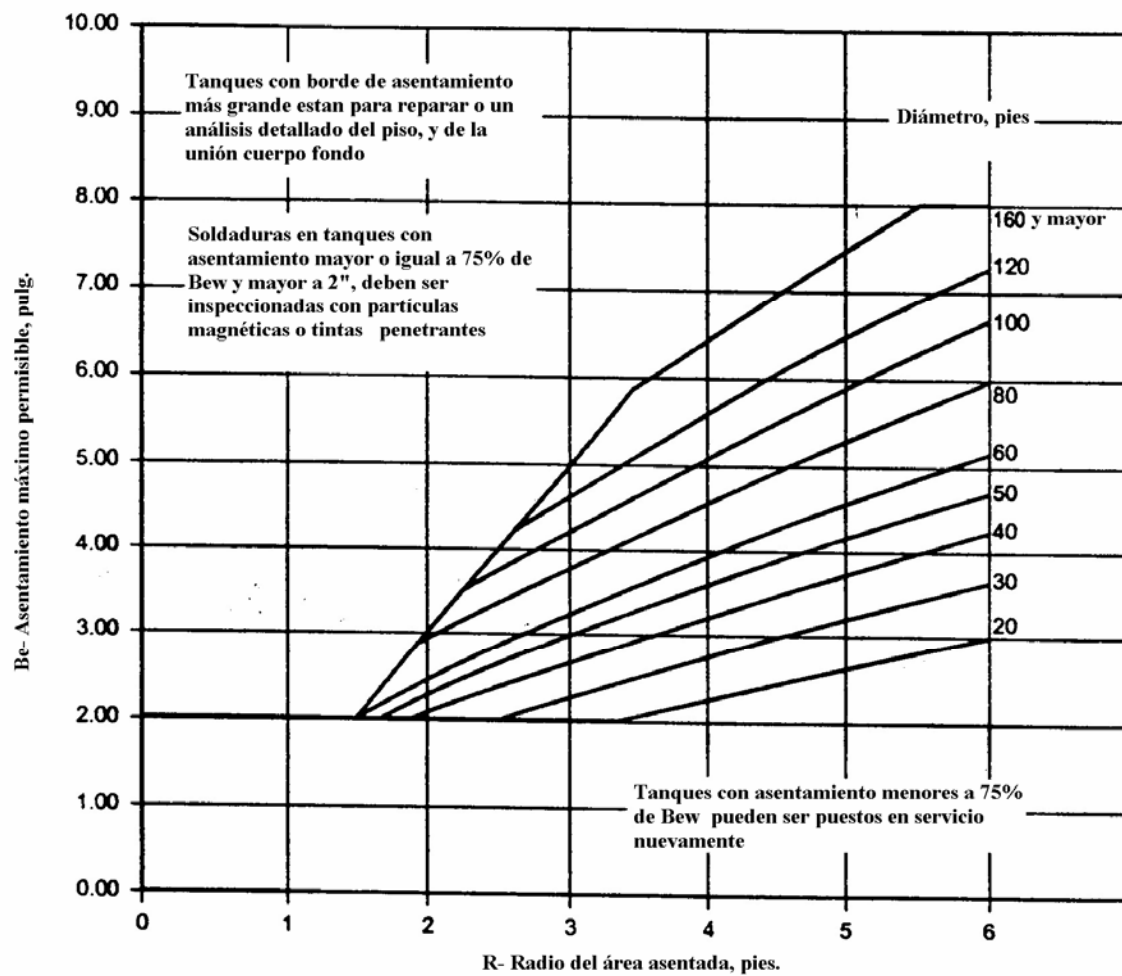

Figura B-11 Asentamiento máximo admisible del borde para áreas con soldaduras traslapadas al fondo aproximadamente perpendiculares al cuerpo
B.3.4.3 El asentamiento Be máximo permisible se muestra en la Figura B-11 para áreas del asentamiento del eje sin soldaduras, soldaduras a tope, o soldaduras de traslape en el suelo que son radiales al cuerpo (! 20 grados). En las áreas establecidas donde el asentamiento medido exceda el 75 por ciento del asentamiento permisible todas las soldaduras del cuerpo al fondo y del suelo se deben inspeccionar visualmente y con partículas magnéticas o tintas penetrantes. Todas las indicaciones se deben reparar, o evaluar por riesgo de fractura frágil, y /o falla ocasionada por fatiga antes de regresar el tanque a servicio.